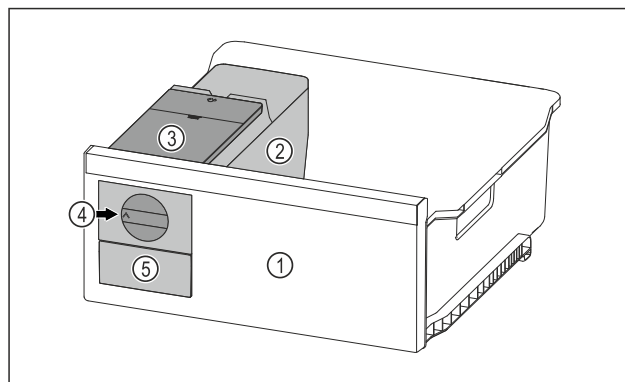

Fig. 112 例图
- ▶ 将旋钮 Fig. 112 (4) 顺时针转动到底。
- ▶ 冰块从方块冰盘落入冰块抽屉 Fig. 112 (5) 中。